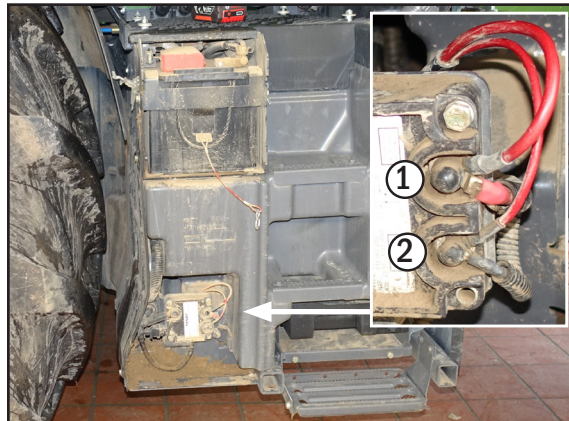

Abb. 19: Stecker ECU und PWR an Relais angeschlossen
Verlegen Sie die Anschlüsse ECU und PWR des ISOBUS-Kabelsatzes hinter dem rechten Tritt, von hinten zu den Fahrzeug-Relais links vom Tritt, unterhalb der Batterie (siehe Abb. 19).
Schließen Sie den Anschluss PWR des ISOBUS-Kabelsatzes am Anschluss des Relais 60 A (1) und den Anschluss ECU am Anschluss des Relais 25 A (2) an (siehe Abb. 19).